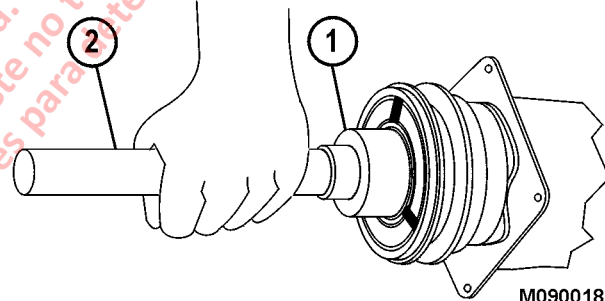

FIGURA 4-24.
- Coloque el conjunto de la polea en posición dentro del compresor. Utilice un instalador de rodamiento (1, Figura 4-24), mango universal (2) y un martillo para golpear suavemente el conjunto de la polea en el compresor hasta que se asiente. El uso de un instalador o de un equivalente, le asegura que la fuerza para poner el rodamiento en posición se ejecuta dentro de la carrera del rodamiento. El aplicar fuerza en la carrera externa del rodamiento, puede ocasionar daño en el rodamiento.